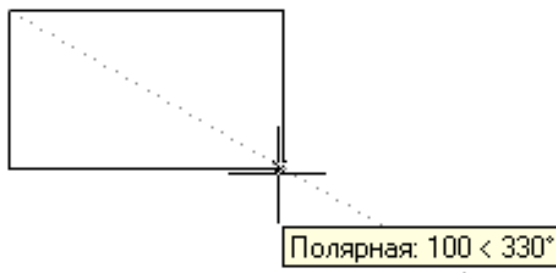

Рис. 32
3. Командой **Прямоугольник** нарисуйте первый прямоугольник по заданным полярным координатам, используя режимы отслеживания полярных углов (рис. 32);